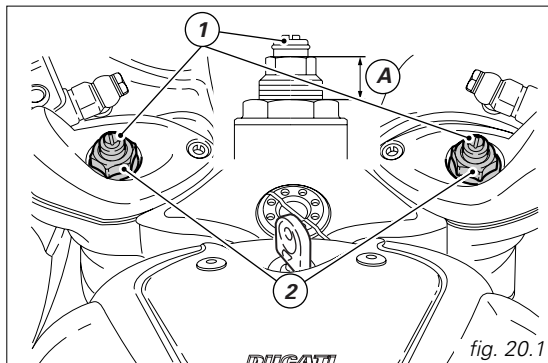

fig. 20.1
- 1) (fig. 20.1) pour modifier l'action hydraulique de freinage en extension;
- 2) (fig. 20.1) pour modifier la précontrainte des ressorts intérieurs;